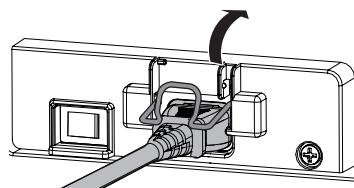

Fig.1
- Soulevez le support de cordon d'alimentation fixant le cordon d'alimentation. (Fig. 1)